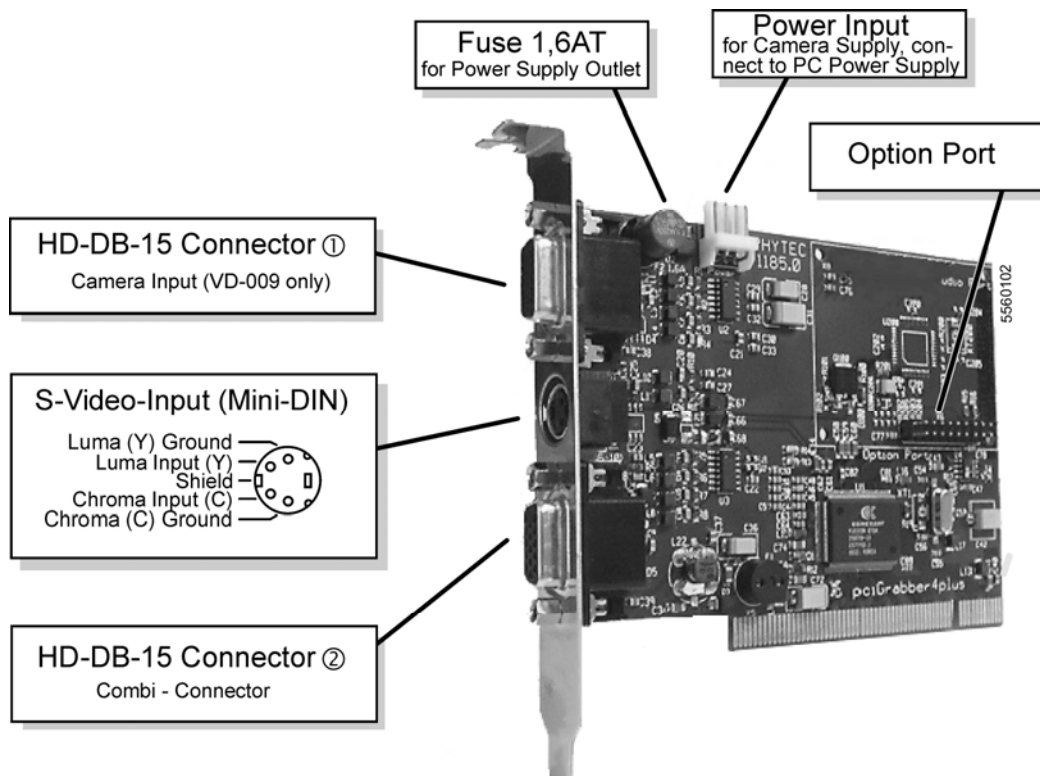

Bild 2: Anschlüsse des pciGrabber-4plus (VD-009)
Die Composite-Videosignale werden über einen Multiplexer auf dem Grabber geführt. Dadurch stehen neun Eingänge zur Verfügung. Sie sind auf die beiden HD-DB-15 Buchsen (①,②) geführt (siehe Bild 2). Tabelle 1 zeigt die Pinbelegung.
Die Zuordnung der Eingänge zu den Kanalnummern ist wie folgt (siehe Bild 2):
- An der 4poligen Mini-DIN-Buchse (X3) kann ein *S-Video*-Signal eingespeist werden. Die Buchse ist entsprechend der *S-Video*-Norm beschaltet (vgl. Bild 2). Der Anschluss einer Kamera kann mit einem handelsüblichen *S-Video*-Kabel erfolgen.
- An der HD-DB-15 – Buchse ② kann eine S-Video-Kamera angeschlossen werden. Dazu ist ein spezielles Kabel erforderlich (z.B. WK075). Der Vorteil bei dieser Anschlussart ist, dass zusätzlich die Versorgungsspannung + 12 V oder weitere Signale über das gleiche Anschlusskabel geführt werden können. Wenn Sie ein solches Kabel selbst herstellen möchten, sind folgende Pins zu beschalten (die Beschaltung der Spannungsversorgung ist optional):